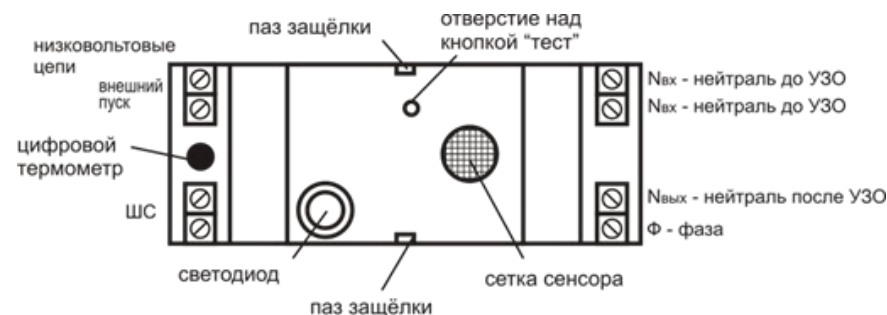
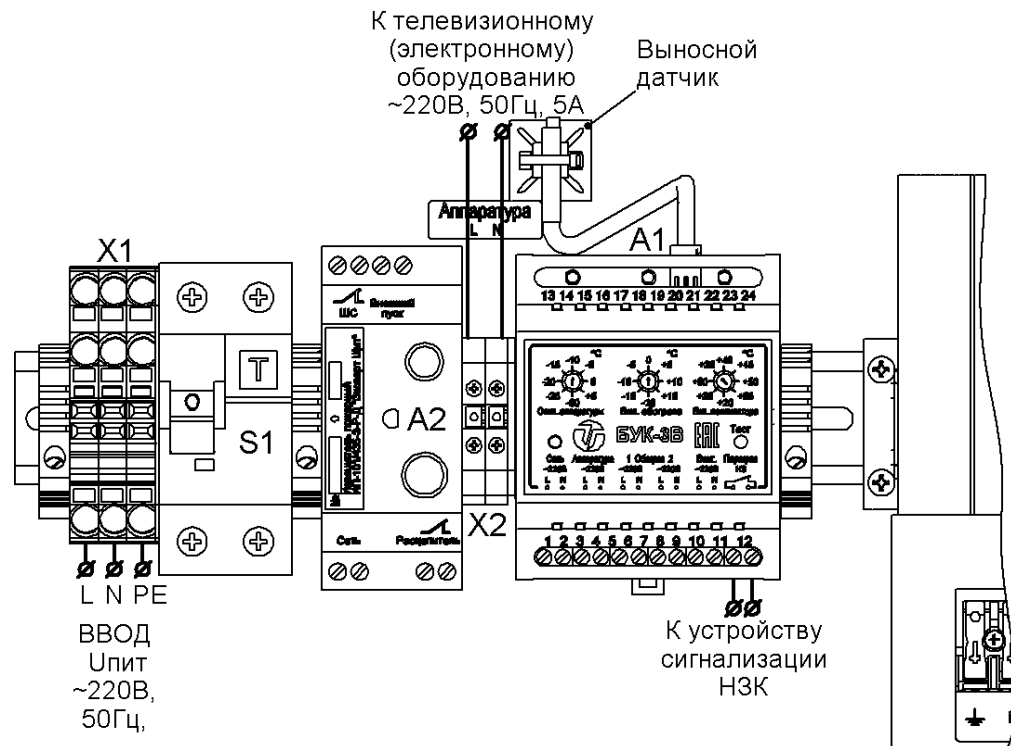

Рис.4 Расположение элементов подключения и индикации извещателя
Рис.2 Подключение термощафа
Расположение элементов подключения и индикации извещателя приведено на рис.4.
3. Отсоединить провода кабеля К1 (рис.4) от колодки вентилятора.
Подключение термощафа производится в соответствии со схемой электрической принципиальной (рис.4) и рис.2. Для подключения необходимо:
Температура отключения питания аппаратуры устанавливается переключателем «Откл. аппаратуры» температура включения обогрева устанавливается переключателем «Вкл. обогрева», температура включения вентилятора устанавливается переключателем «Вкл. вентилятора» (рис.2). Производителем выставлены следующие значения: